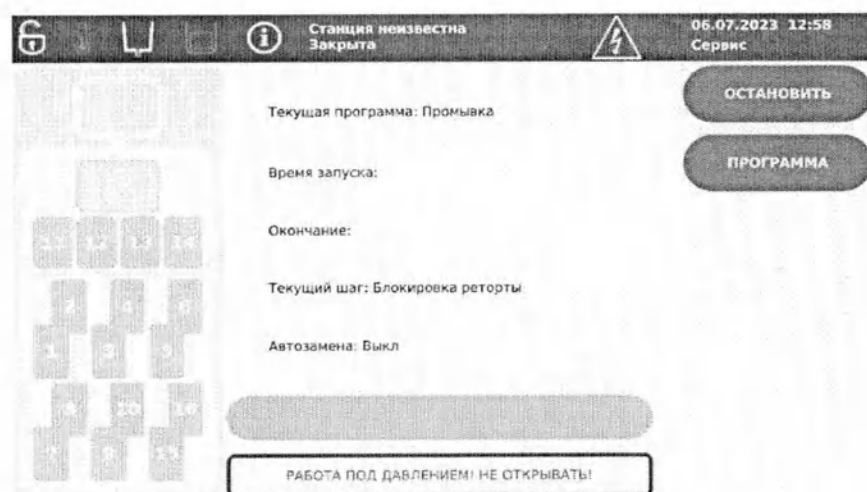

Рисунок 6.13 – Ход выполнения программы промывки
14. При этом отображается экран хода выполнения промывки (Рисунок 6.13).